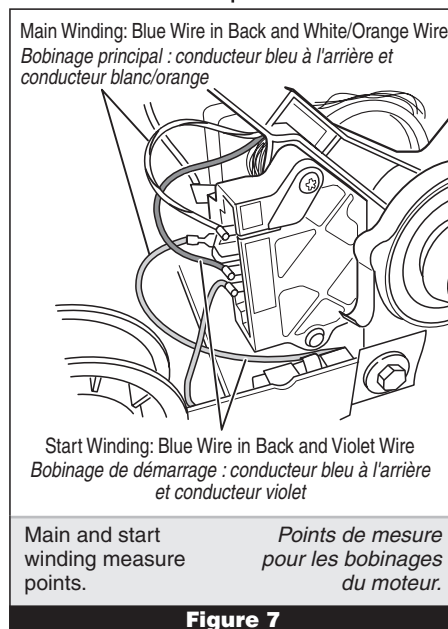

Figure 7
5. Using figure 7, check for the resistance values of the motor Main and Start winding coils as shown in the table below.
5. Voir la figure 7. Mesurer la résistance des bobinages principal et de démarrage (voir ci-dessous).